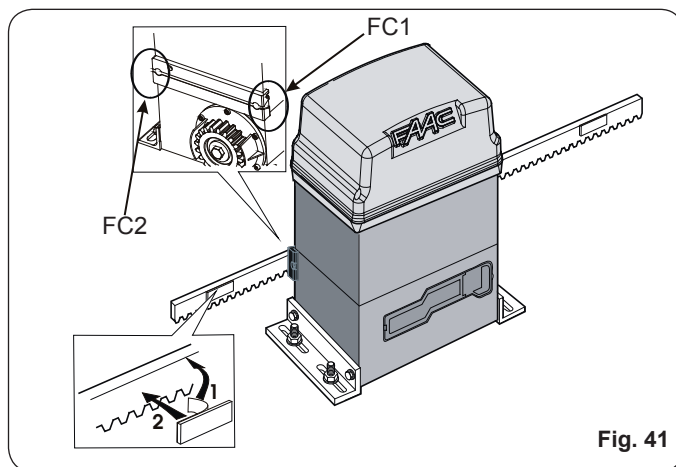
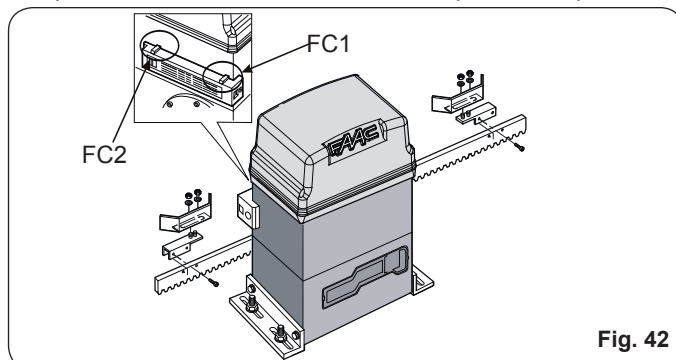

Fig. 41
Fig. 42
O operador 746 é provido de um sensor de fim de curso que, ao detectar a passagem de uma referência aplicada à cremalheira, comanda a parada do movimento do portão. O dispositivo pode ser do tipo MLS (fig. 41) ou indutivo (fig. 42).
10. Limpar a cremalheira nos pontos de aplicação, remover a película da parte adesiva dos ímãs (fig. 41 ref. 1) e posicioná-los com a banda adesiva em contato com a cremalheira (fig. 41 ref. 2).
1. Montar o fim de curso centralizando a placa metálica em relação aos pinos roscados do suporte (Fig. 42).